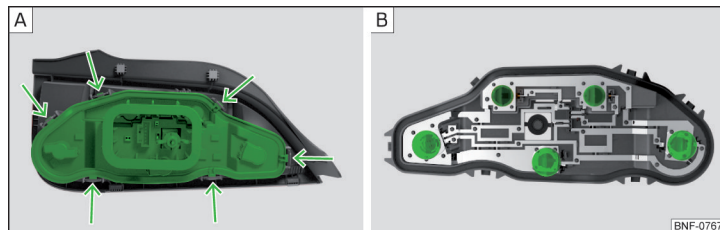

Bild 180 Inre del av lampan
- Tryck låsflikarna på lamphållaren » bild 180 - A och ta ut hållaren ur lampan.
- Vrid respektive glödlampa så långt det går **moturs** och ta ut den ur hållaren » bild 180 - B.